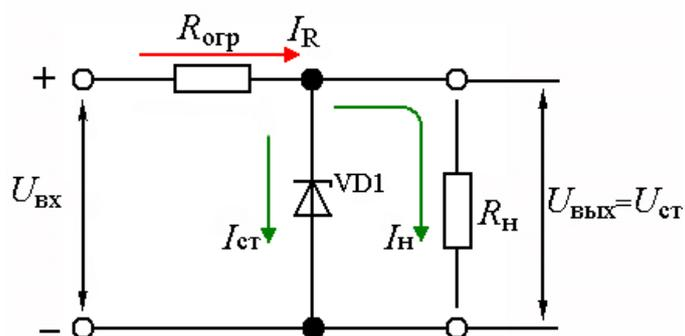

Рис. 3. Схема параметрического стабилизатора напряжения
Расчет параметрического стабилизатора. На рис.3 приведена схема параметрического стабилизатора. Обратите внимание на включение стабилитрона: катод подключается к плюсу источника входного напряжения, а анод к минусу. Нагрузка подключается параллельно стабилитрону. Напряжение на нагрузке будет равно напряжению стабилизации $U_{ст}$ стабилитрона пока ток стабилитрона находится между максимальным и минимальным значением $I_{ст\ max}$ и $I_{ст\ min}$. Ток стабилитрона при этом равен:
– собрать схему, как показано на рис. 3;